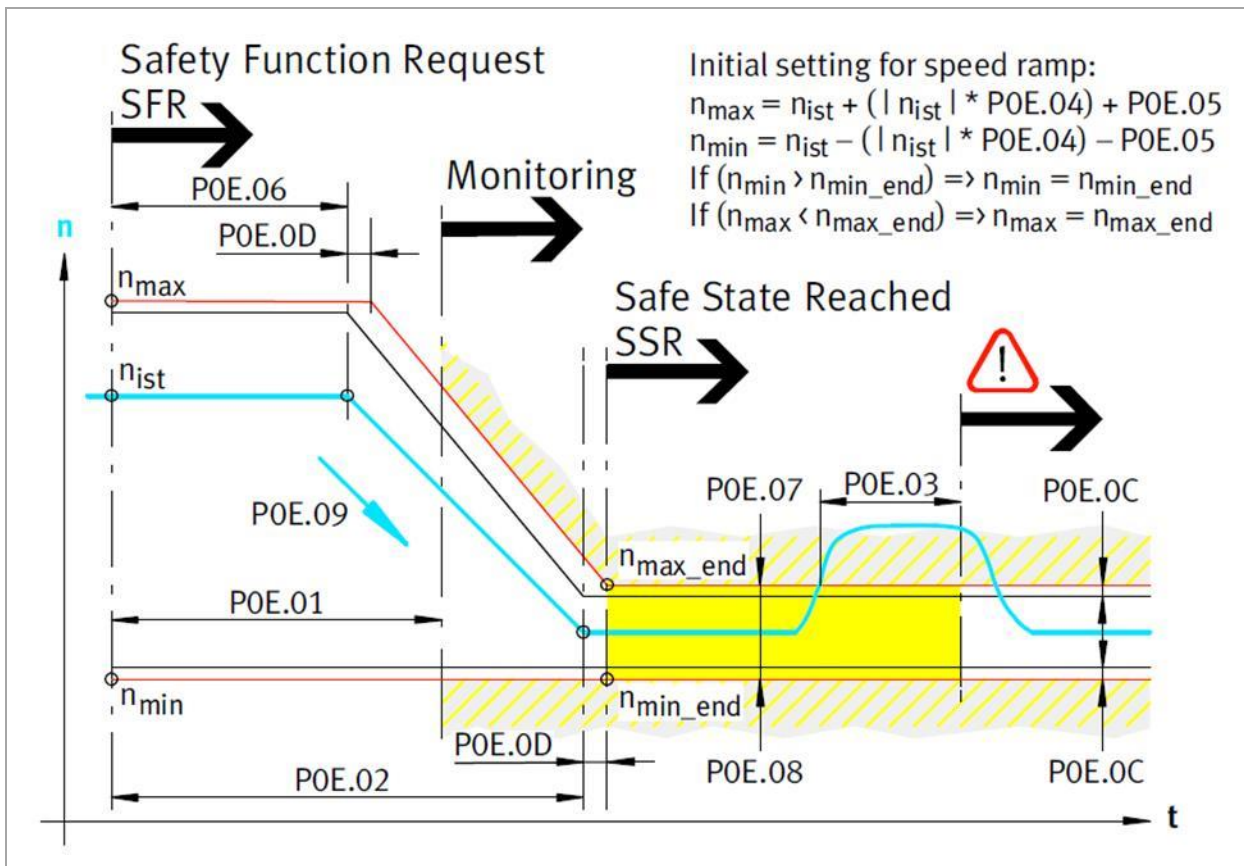

Abbildung 29 Ablaufdiagramm SSF0
Tabelle 57: Legende zu Abbildung 29
Die Sicherheitsfunktion SSF0 überwacht im stationären Zustand die Geschwindigkeit des Antriebs. Der erlaubte Geschwindigkeitskorridor wird durch die Parameter „Sichere Geschwindigkeit - obere Grenze“ (P0E.07/..., n_{max_end}) und „Sichere Geschwindigkeit - untere Grenze“ (P0E.08/..., n_{min_end}) definiert (siehe Abbildung 29, rechter Teil).
- Die Lage des Start-Fensters wird in Relation zum gewünschten Geschwindigkeitskorridor gesetzt, die Startwerte werden gegebenenfalls so angepasst, dass sich ein trapezförmig verjüngender Geschwindigkeitskorridor ergibt (vgl. Abbildung 29).